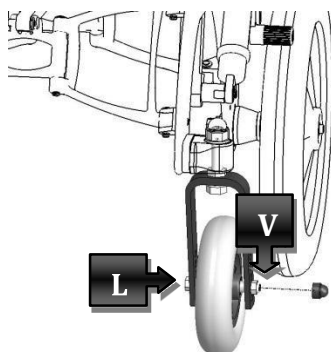

Abbildung 47
Nach dem Entfernen der in Abbildung 47 gezeigten Mutternabdeckung die Mutter (V) mit einem 13 mm Sechskantschlüssel lösen und den Stift der Aluminiumgabel entfernen. Nach dem Radwechsel den Stift einsetzen und sicherstellen, dass die Mutter festgezogen ist.